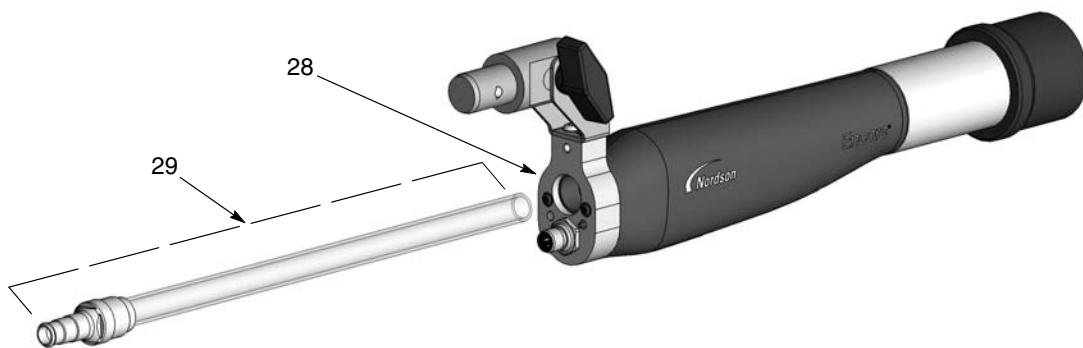

Рис. 13 Замена порошковой трубки
19. См. рис. 13. Вращательным движением вставить порошковую трубку (22) в переходник (30), чтобы она вошла за внутреннее уплотнительное кольцо до полной посадки.